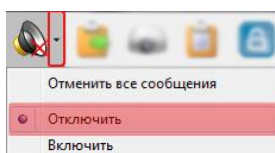

Рисунок 8-179 Отключение речевого оповещения для всех приходящих событий
- **Отключить** (см. Рисунок 8-179) – отключение речевого оповещения для всех приходящих событий;